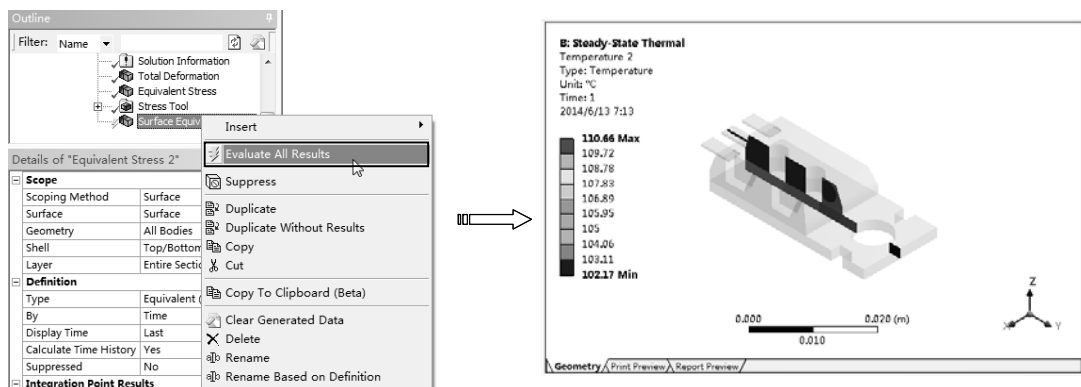

图 11-50 显示表面上的温度
7) 显示表面结果。在【Outline (分析树)】中选择【Surface Equivalent Stress】节点，单击鼠标右键，在弹出的快捷菜单中选择【Evaluate All Results】命令，在图形窗口显示表面上的温度分布，如图 11-50 所示。